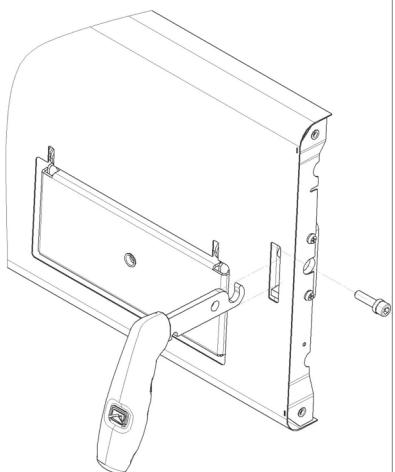

Рисунок 8.3
3. Разместить ручку и закрепить (Рисунок 8.3). В момент установки одно из фторопластовых колец во время установки рекомендуется разместить на резьбовой борьбушке, а второе на фиксирующем винте.